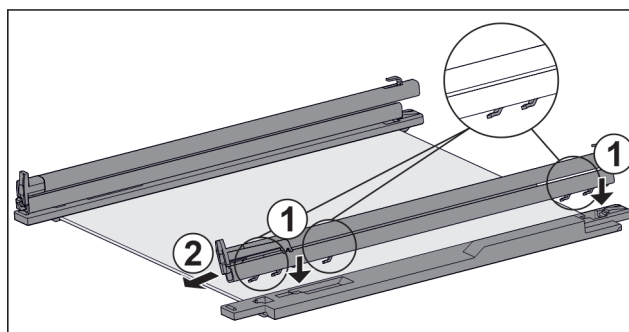

Fig. 159 Üveglap sínekkel és tartóelemekkel
- ▶ A sín horgait tegye fel a **bal** oldali tartóelem nyílásaira. Fig. 159 (1)
- ▶ Húzza előre a sínt. Fig. 159 (2)
- ▶ A sín horgait tegye fel a **jobb** oldali tartóelem nyílásaira. Fig. 159 (1)